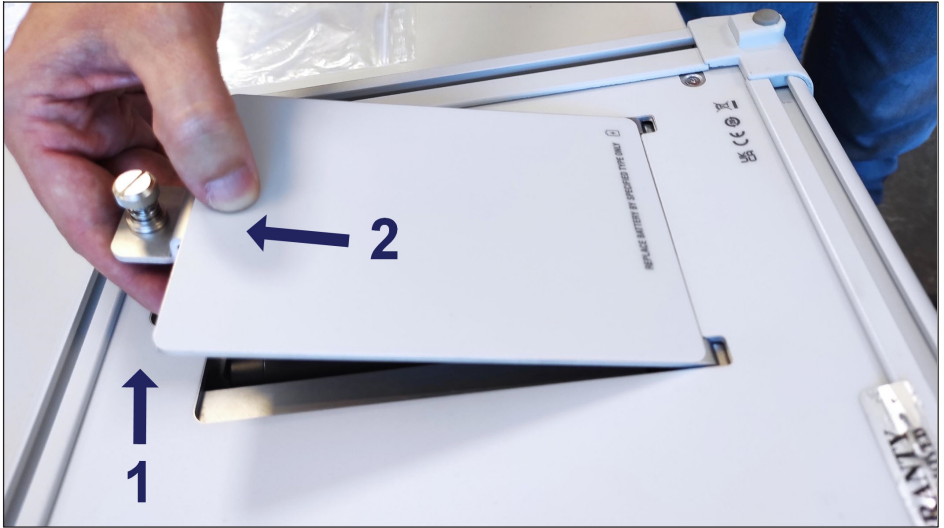

図3.8 バッテリカバーの取り外し
- ▶ カバーを持ち上げて、図3.8の1に示すように、カバーを長さ方向に傾け引き出します（図3.8の2）